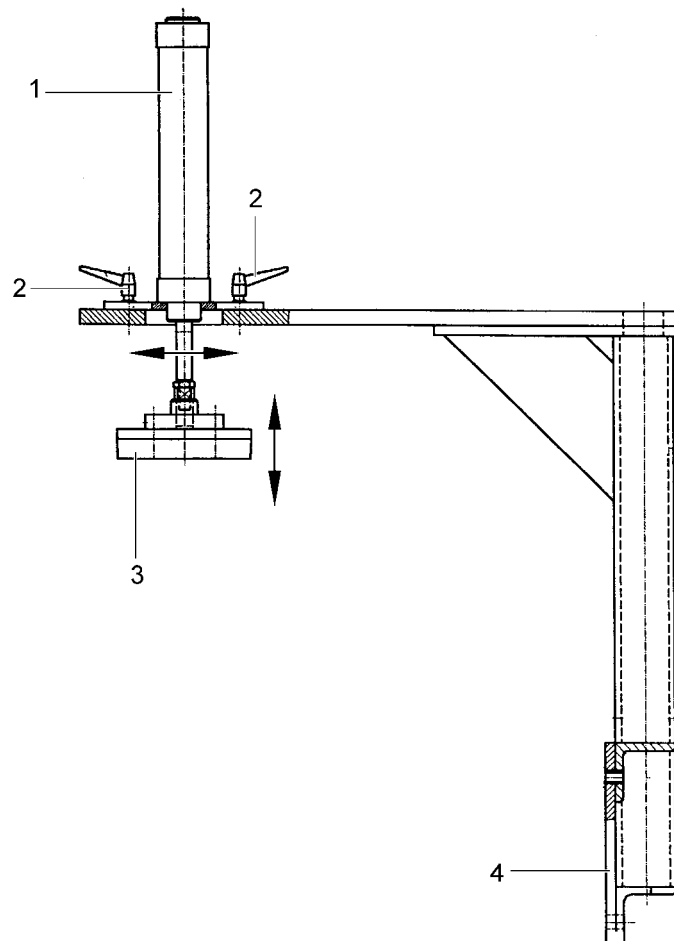

Bild 7.7
- (3) Andruckgewichte durch Betätigen der Steuerventile in die obere Endlage verfahren (siehe Bild 7.7).
- (4) Stecker des Maschinenanschluskabels in Steckdose mit der in den techn. Daten vorgegebenen Anschlußspannung stecken.